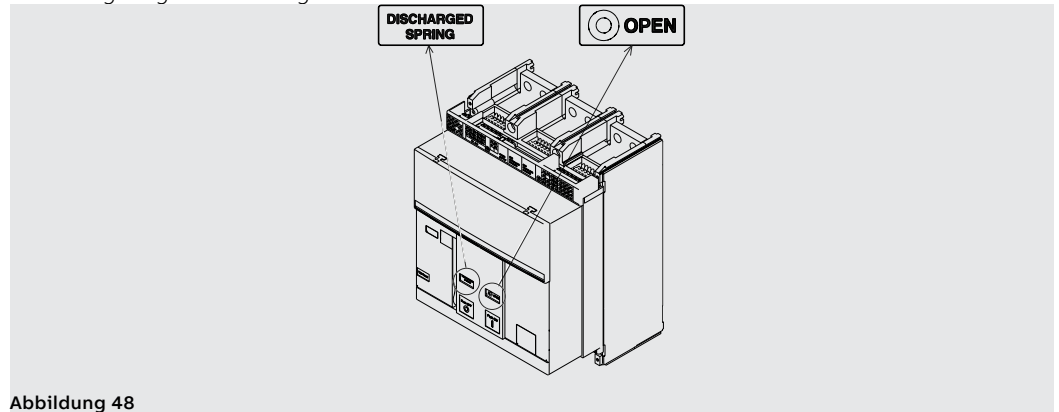

Abbildung 48
7. Sicherstellen, dass der Leistungsschalter ausgeschaltet ist (Anzeige aus/ein "O - OPEN"), und prüfen, dass die Federn entspannt sind (Federnanzeige "weiß - DISCHARGED SPRING") wie angezeigt in Abbildung 48.